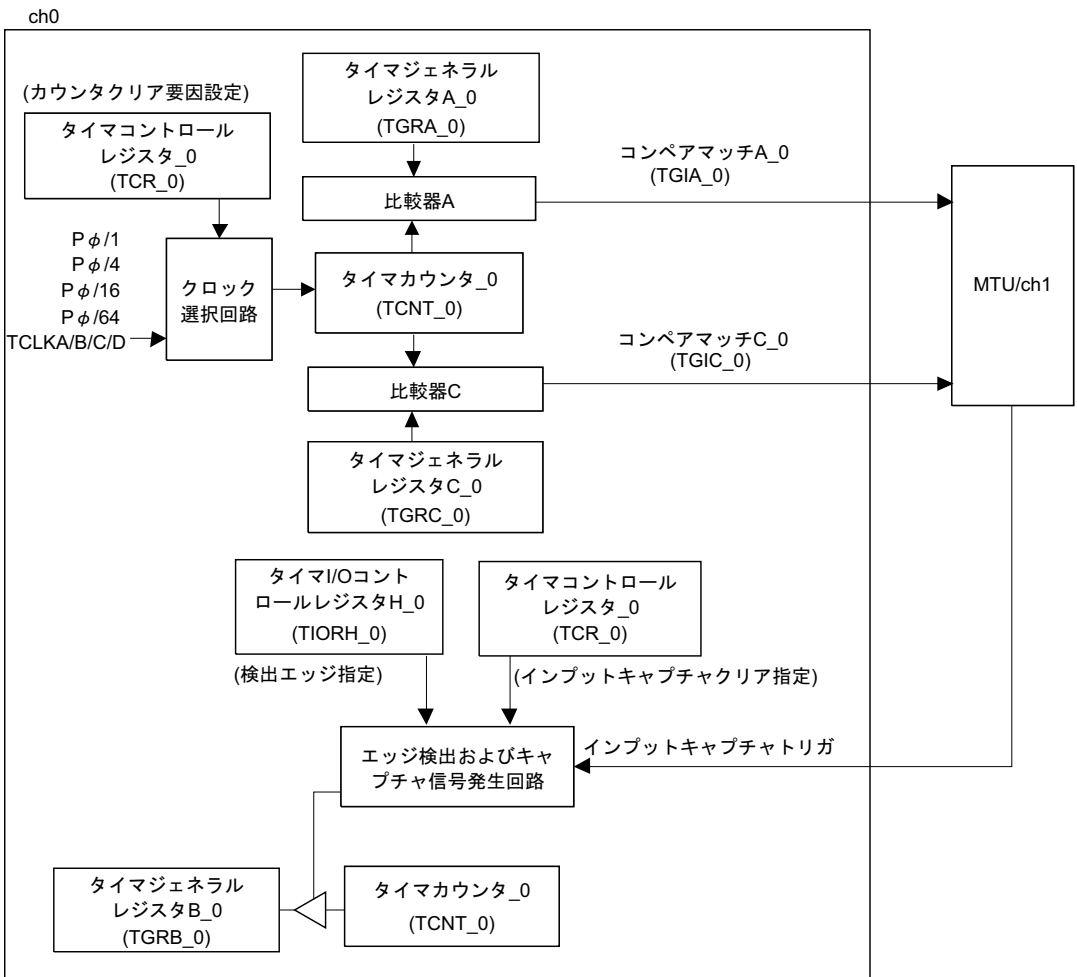

図 2.23 MTU/ch0 ブロック図
- (1) 本タスク例では、MTUのch1をアップ/ダウンカウンタとして使用し、TGRA/B_0に測定時間を設定します。TGRA/B_0のアウトプットコンペアをトリガとしてch1のインプットキャプチャで制御周期時のTCNT_1の値を取り込みます。また、ch0のインプットキャプチャを用いてch1のカウント入力クロック幅を取り込みます。
- (a) 図2.23にch0のブロック図を示します。ch0では、以下の機能を使用して測定時間毎にch1のインプットキャプチャのトリガを出力します。ch1はインプットキャプチャ信号入力時にTCNT_1の値を測定します。